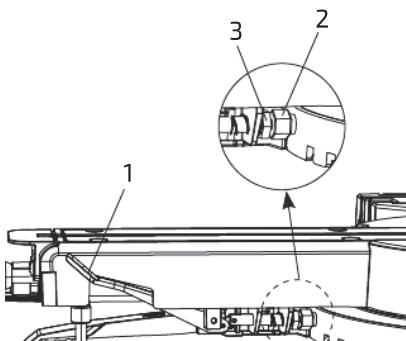

Рис. 22
- Надавить на рычаг блокировки кулачка (1) и заблокировать его (рис. 22).
- Если при нахождении рычага в нижнем положении стол перемещается, повернуть стопорную гайку (2) влево, используя ключ на 13 мм, чтобы расширить запорное устройство вплотную к основанию поворотной пилы.
- Повернуть стопорную гайку (3) вправо, чтобы зафиксировать стопорный механизм поворота на месте.